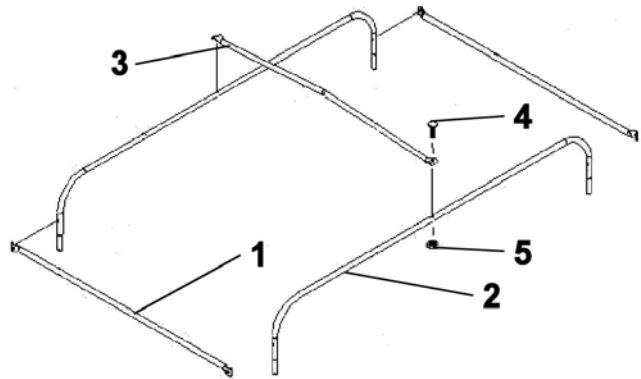

Figure 1
Assembler le dessus du châssis de la cabine en réunissant les tubes de liaison (fig.1, item 1) aux tubes de côté (item 2) avec quatre vis à machine #10 x 1". Attacher le tube de renforcement (item 3) (la portion plier vers le haut) directement au centre. Sécuriser légèrement les vis à machine #10 x 1" (item 4) (les têtes vers le haut) et les écrous à garniture de nylon (item 5).